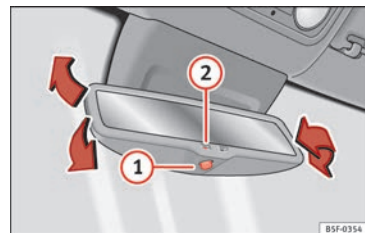

Abb. 19 Automatisch abblendbarer Innenspiegel* für die Abblendposition
• Automatische Abblendung aktivieren: Drücken Sie die Taste ① » **Abb. 19**. Die